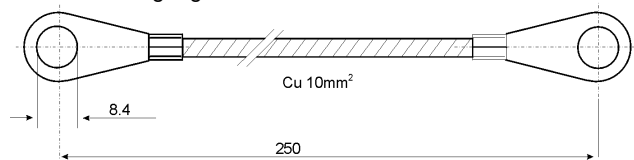

Fig. 8 Flexibles Kupferkabel (wird mit jeder Wägezelle geliefert)
- Unmittelbar beim Einbau die Wägezelle mit einer flexiblen Kupferleitung von 10mm² (Fig. 8) überbrücken, da durch die Zelle fließender Schweiß- oder Blitzstrom zu Beschädigungen führen kann!